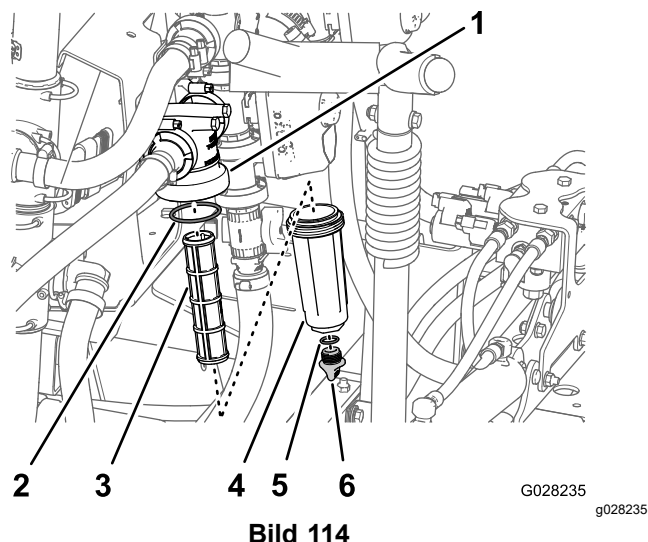

Bild 114
3. Drehen Sie die Ablassschraube nach links und nehmen sie von der Glocke des Druckfilters ab (Bild 114).
4. Drehen Sie die Glocke nach links und nehmen sie vom Filterkopf ab (Bild 114).
5. Entfernen Sie den alten Druckfiltereinsatz (Bild 114).
6. Überprüfen Sie den O-Ring für die Ablassschraube (in der Glocke) und den O-Ring für die Glocke (im Filterkopf) auf Beschädigungen und Abnutzung (Bild 114).
7. Setzen Sie den neuen Druckfiltereinsatz in den Filterkopf ein (Bild 114).
8. Befestigen Sie die Glocke am Filterkopf und ziehen sie mit der Hand an (Bild 114).
9. Setzen Sie die Schraube in die Schale ein und ziehen Sie sie mit der Hand fest (Bild 114).
2. Stellen Sie eine Auffangwanne unter den Druckfilter (Bild 114).